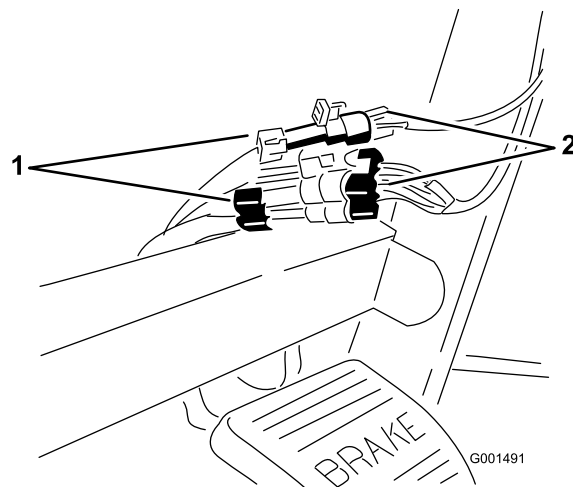

図 7
7. スプレープロの電気コードのコネクタを、ダッシュボード下にあるコネクタに接続する(図 7)。